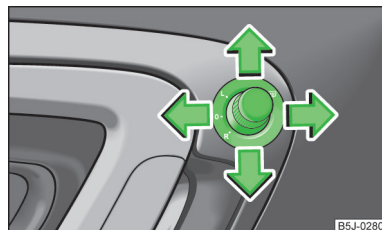

Fig. 37
- Portare la manopola in posizione ☞ » fig. 37 .
- Portare la manopola in posizione L » fig. 37 . Il movimento della superficie dello specchietto è identico a quello della manopola.
➤ Portare la manopola in posizione **II** » fig. 37. Il movimento della superficie dello specchietto è identico a quello della manopola.